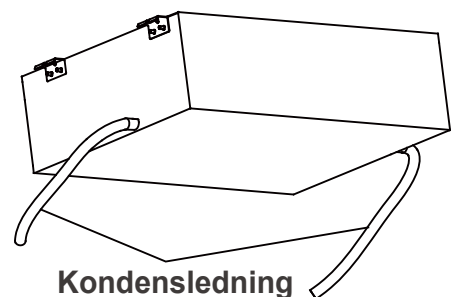

Fig.17
6. Det finns kondensutgångar på inledens vänstra och högra sida (Fig. 17).